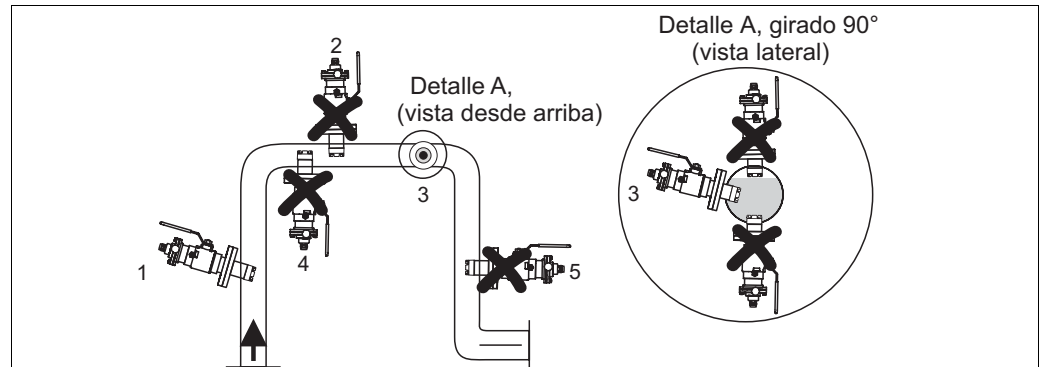

Fig. 13: Posiciones de instalación permitidas y no permitidas del sensor utilizando el portaelectrodos retráctil COA451
- No instale el portaelectrodos en lugares en los que puedan formarse bolsas de aire o burbujas de espuma o en los que las partículas en suspensión puedan sedimentarse sobre la óptica del sensor (→ Fig. 13).